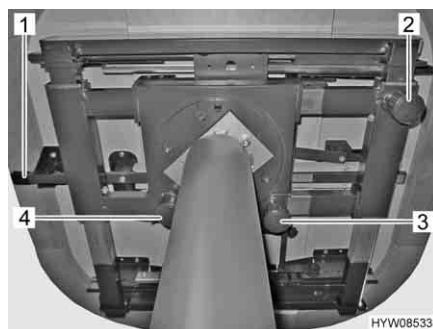
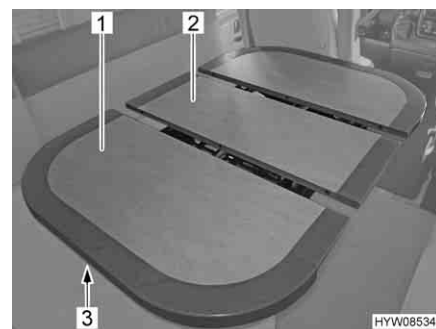

Fig. 57 Opzioni di regolazione sul tavolo
Fig. 58 Allungamento del tavolo
- Premere il tasto (Fig. 57,3) verso il basso e tenerlo in posizione.
- Premere il tasto (Fig. 57,2) verso il basso e tenerlo in posizione.
- Tirare il tasto (Fig. 57,4) del bloccaggio verso il basso.
- Spingere lo sbloccaggio (Fig. 57,1 e Fig. 58,3) verso l'alto.
- Tirare il piano del tavolo (Fig. 58,1), finché l'inserto centrale (Fig. 58,2) non arriva in alto e all'altezza del piano del tavolo.
- Premere lo sbloccaggio (Fig. 58,3) verso l'alto.
- Tirare il piano del tavolo (Fig. 58,1), finché l'inserto centrale (Fig. 58,2) non si libera.